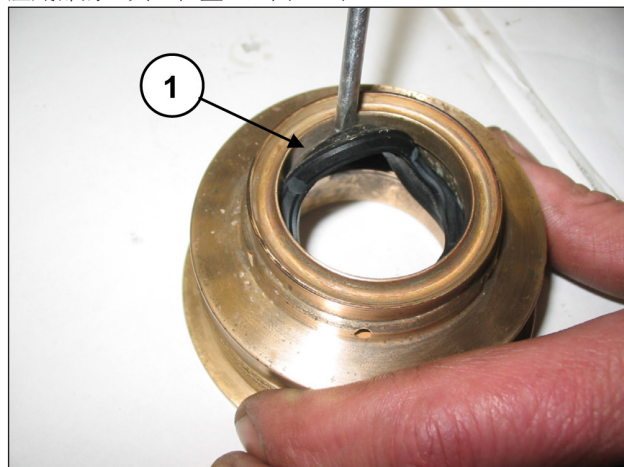

图 148
要拆除低压密封圈，必须使用厚度计或不会损坏密封圈底座底部的工具（位置①，图 148）。